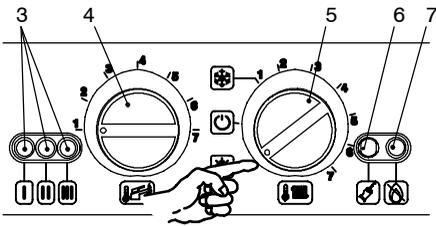
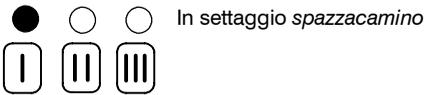

fig. 9.8
fig. 9.9
- 1 Alimentate elettricamente la caldaia azionando l'interruttore bipolare previsto nella installazione; la lampada di segnalazione 3 in fig. 9.8 lampeggia ogni 4 secondi.
- 2 Posizionare il selettore 5 come indicato in fig. 9.8; la lampada di segnalazione 3 lampeggia ad intermittenza circa ogni 2 secondi.
- 5 Tenere premuto il pulsante di ripristino 6 in fig. 9.8 per circa 10 secondi, la lampada di blocco 7 in fig. 9.8 inizierà a lampeggiare.
- 6 Per settare la funzione *spazzacamino* le spie di segnalazione 3 in fig. 9.8 devono essere visualizzate come in fig. 9.9 (leggenda spie fig. 9.6)
- 7 Ripremere il pulsante di ripristino 6 in fig. 9.8 per circa 5 secondi, la lampada di blocco 7 in fig. 9.8 si spegne, mentre le spie di segnalazione 3 in fig. 9.8 lampeggiano in maniera richiesta potenza riscaldamento fig. 9.10